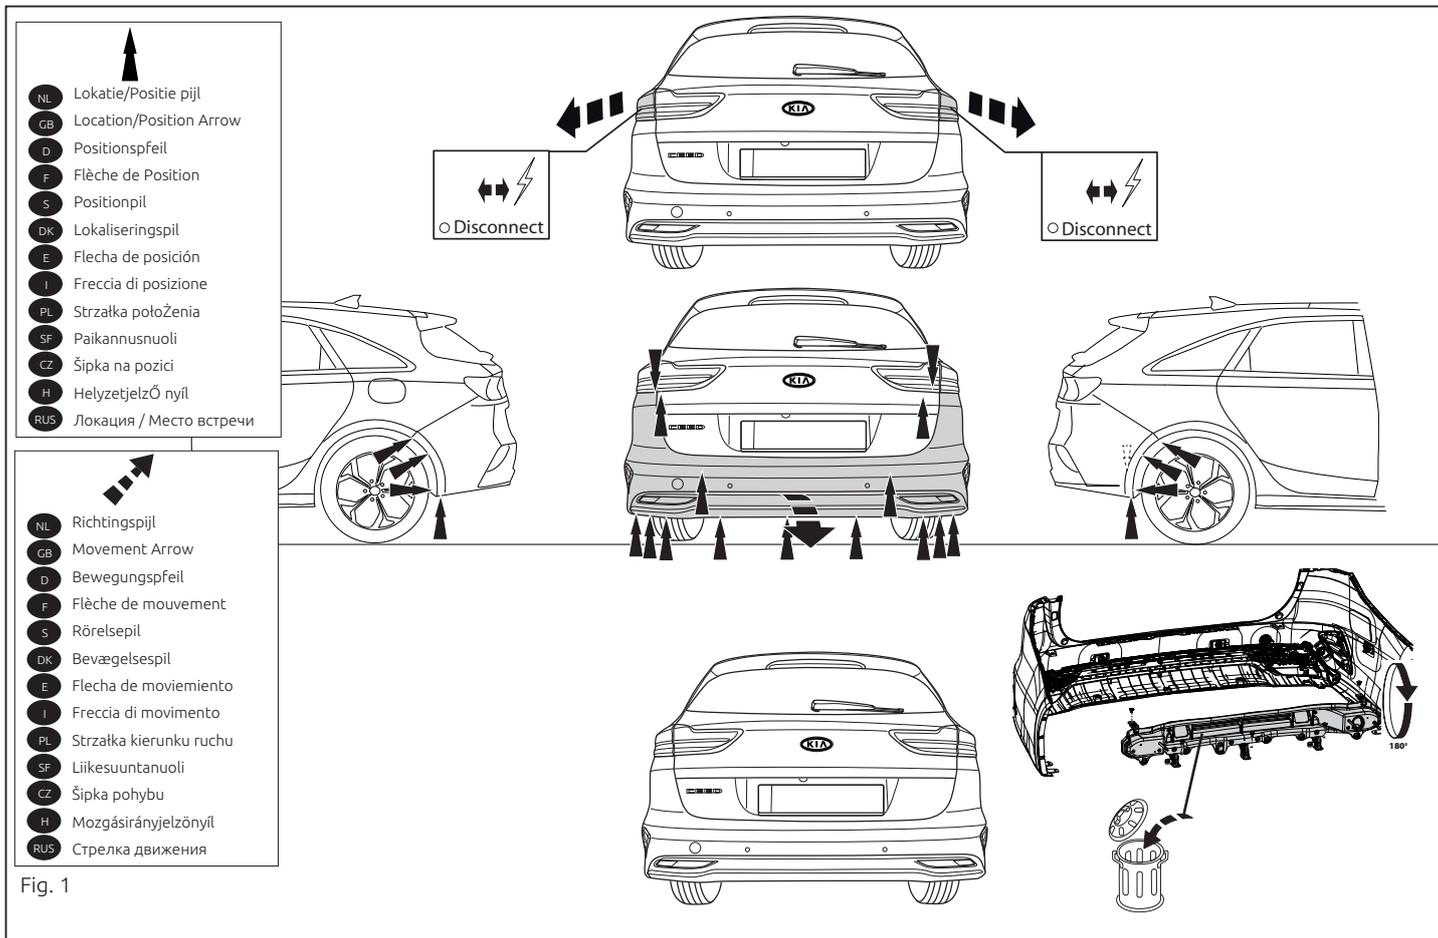

Fig. 1
2. Снять бампер вместе со буферным брусом автомобиля буферный брус больше не понадобится. См. рисунок 1.